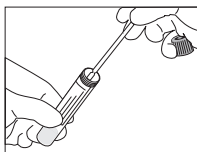

Abb. 1
- Führen Sie den Tupfer in das Röhrchen ein, bis die Bruchstelle (falls vorhanden) die Höhe der Öffnung des Röhrchens erreicht (Abb. 1).